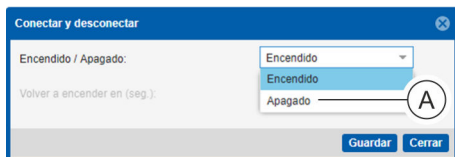

Fig. 103: Ventana “Conectar y desconectar”
- En la ventana “Conectar y desconectar”, seleccione en el menú de selección “Encendido / Apagado” la opción “Apagado” (para desconectar) o la opción “Encendido” (para conectar) (Fig. 103/Ⓐ).